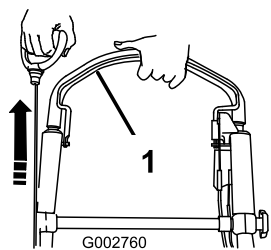

Figura 23
2. Sujete la barra de control de la cuchilla contra el manillar y tire del arrancador de retroceso (Figura 23).